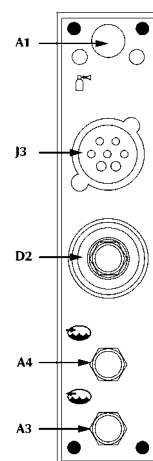

Fig. 20
- Fest kablene til uttak D2 / J3 (fig. 20) og kjølevæskeslangene til uttakene A3 / A4.
- Fest gasslangen på festet bak (fig. 20) 1/4 tømm